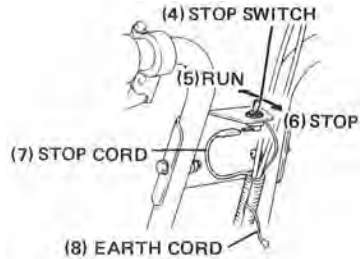

Fig. 6
- b. Connect the stop cord to the stop switch terminal. (Fig. 6)
- f. Untie the earth cord (8) on stop switch and insert it to protection tube that has a slit. (Fig. 6)
- b. Verbinden Sie das Abstellseil mit dem Anschluss des Dtopschalthers (Abbildung 6).
- f. Die Erdleitung (8) vom Stoppschalter lösen und in das aufgeschlitzte Schutzrohr einführen (Abbildung 6).
- g. Das Ende der Erdleitung (8) mit der Erdleitung (9) auf dem Motor verbinden (Abbildung 6 A).
Hinweis: Überzeugen Sie sich davon, daß die den Ein/Ausschaltersockel verbindende Erdleitung (8) mit der nach unten geleiteten Schnur verbunden wurde. Wenn Abstellseil und Erdleitung verkehrt verbunden sind, wird sich der Motor nicht in Gang setzen (Abbildung 6 A).